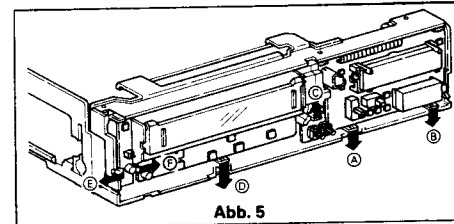

Abb. 5
2. Öffnen Sie die Halter (A), (B) und lösen Sie die Timer-Platine, siehe Abb. 5.
1. Öffnen Sie den Platinenhalter (C) und lösen Sie die Tracking Platine, siehe Abb. 5.
1. Öffnen Sie den Platinenhalter (D) und lösen Sie die Platine, siehe Abb. 5.
1. Öffnen Sie die Halter (E), (F) und lösen Sie die Platine, siehe Abb. 5.